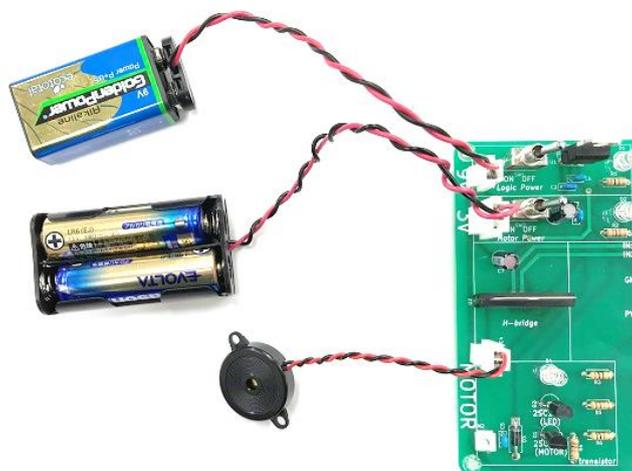

図 13-1 ブザーと電池の取り付け方
2. PIC16F88 評価ボードの H-bridge 出力端子(図 13-1 の位置)にブザーを接続する.